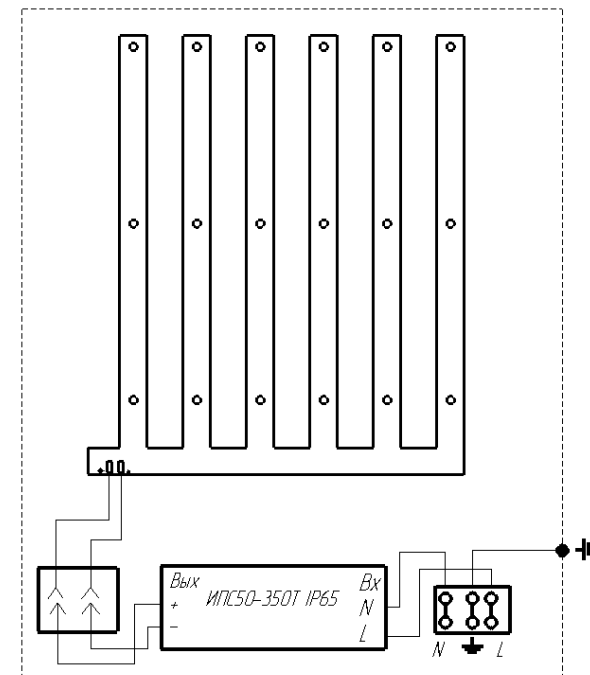

Рисунок 2
5.4 Подсоединение проводов сети производить к клеммной колодке в соответствии с маркировкой, нанесенной на клеммной колодке по схеме подключения (рисунок 2), предварительно зажав их пластмассовой планкой при помощи саморезов. Заземляющий провод подсоединить к клемме клеммной колодки, маркированной знаком заземления.